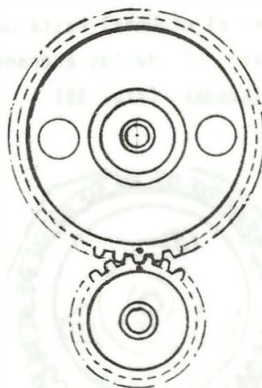

Fig. 18
- c. Alinee las marcas de sincronización (fig. 18) y empuje el engranaje del eje hasta el tope.